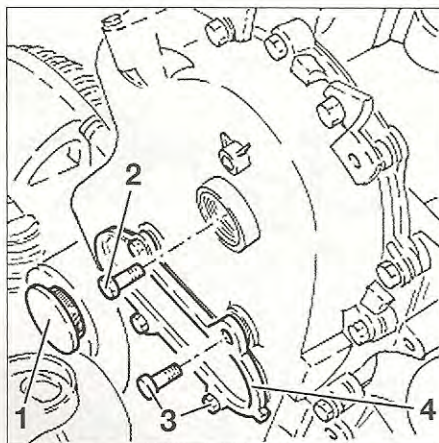

FIG. 26
- Desatornillar el tapón (1) y desmontar el tornillo (2) de la rueda dentada de eje de levas (fig. 26).
- Desmontar los tornillos de fijación (3) del tapón (4).
- Desmontar el tapón (4).
- Liberar la rueda dentada de eje de levas lado cadena de distribución intervinendo por el taladro detrás del tapón (4) y en insertándolo en el estriado interno del cárter de distribución (fig. 26).
- Montar el tapón (1) del tornillo de rueda dentada y de la placa de cierre (4) (fig. 26).